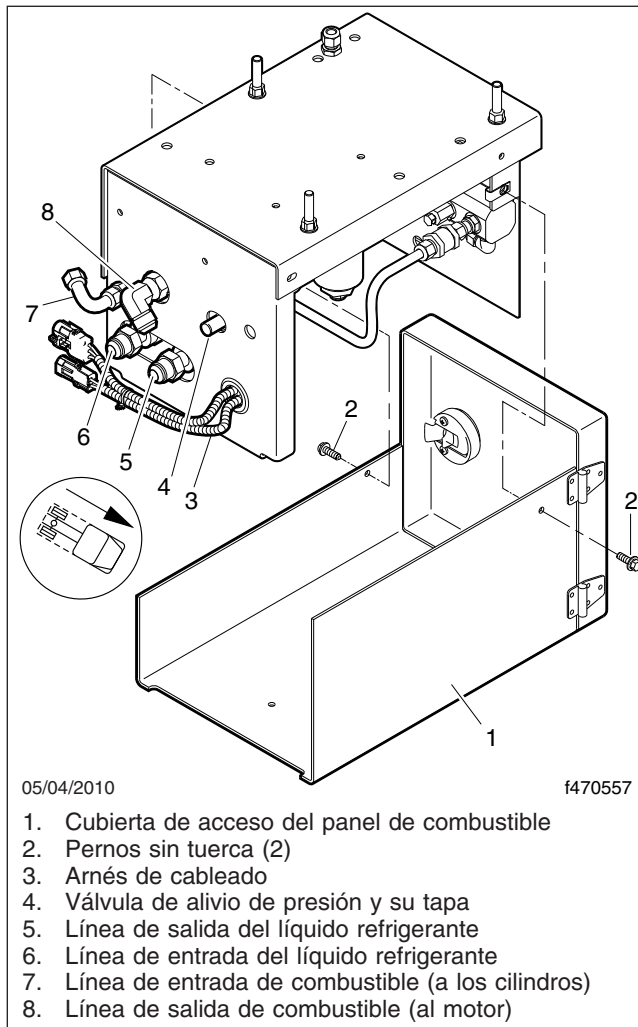

Figura 11.17, Ensamblaje del panel de combustible GNC
- 2.3 Quite los dos pernos sin tuerca que fijan la cubierta de acceso al panel de combustible, entonces retire la cubierta de acceso. Vea la **Figura 11.17**. Guarde los pernos sin tuerca para la instalación.